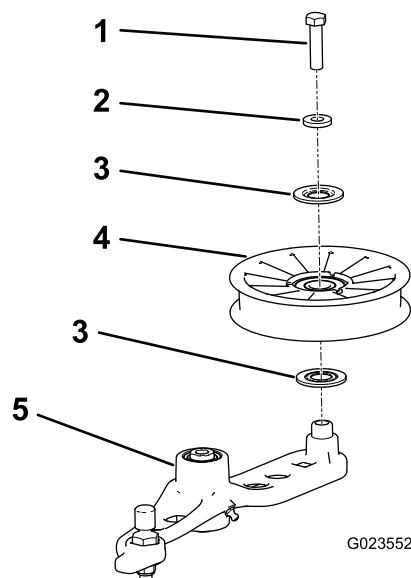

Figura 59
6. Rimuovete il bullone che fissa la vecchia puleggia tendicinghia al braccio di tensione e installate la nuova puleggia (Figura 59).